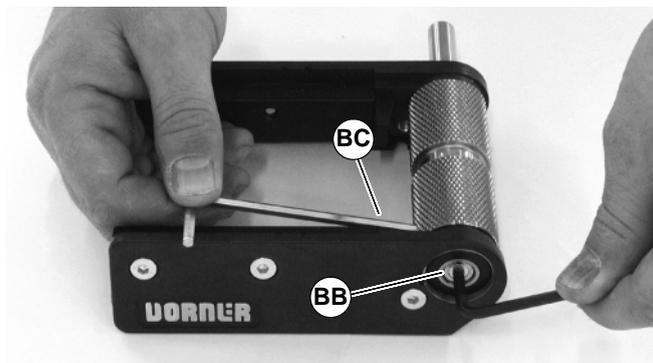

Abbildung 35
- Auf der Seite gegenüber dem Achsenzapfen die konische Schraube an der Antriebswelle (BB siehe Abbildung 35) mit einem 4 mm Innensechskantschlüssel lockern. Die Antriebswelle mit dem zweiten Innensechskantschlüssel (BC), der in das Loch an der Antriebswelle eingeführt wird, festhalten.